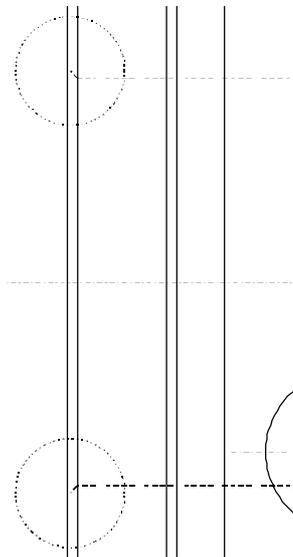

Abbildung 4.12: Verdeckte Fase
18. Konstruieren der verdeckten Fase wie in Abbildung 4.12: